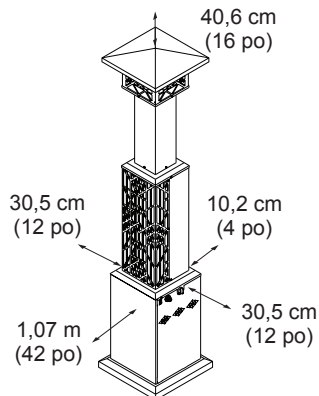

Figure 1 - Dégagement par rapport aux combustibles
4. Distances minimales entre l'appareil de chauffage et les matériaux combustibles : arrière 10,2 cm (4 po) ; côtés 30,5 cm (12 po) ; avant 1,07 m (42 po) ; dessus 40,6 cm (16 po) (voir figure 1).